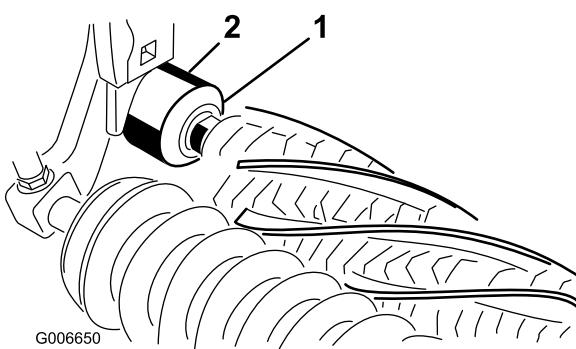

図 25
26. 各エクスクルーダシールのリップがそれぞれのベアリングハウジングに軽く接触すること図25。